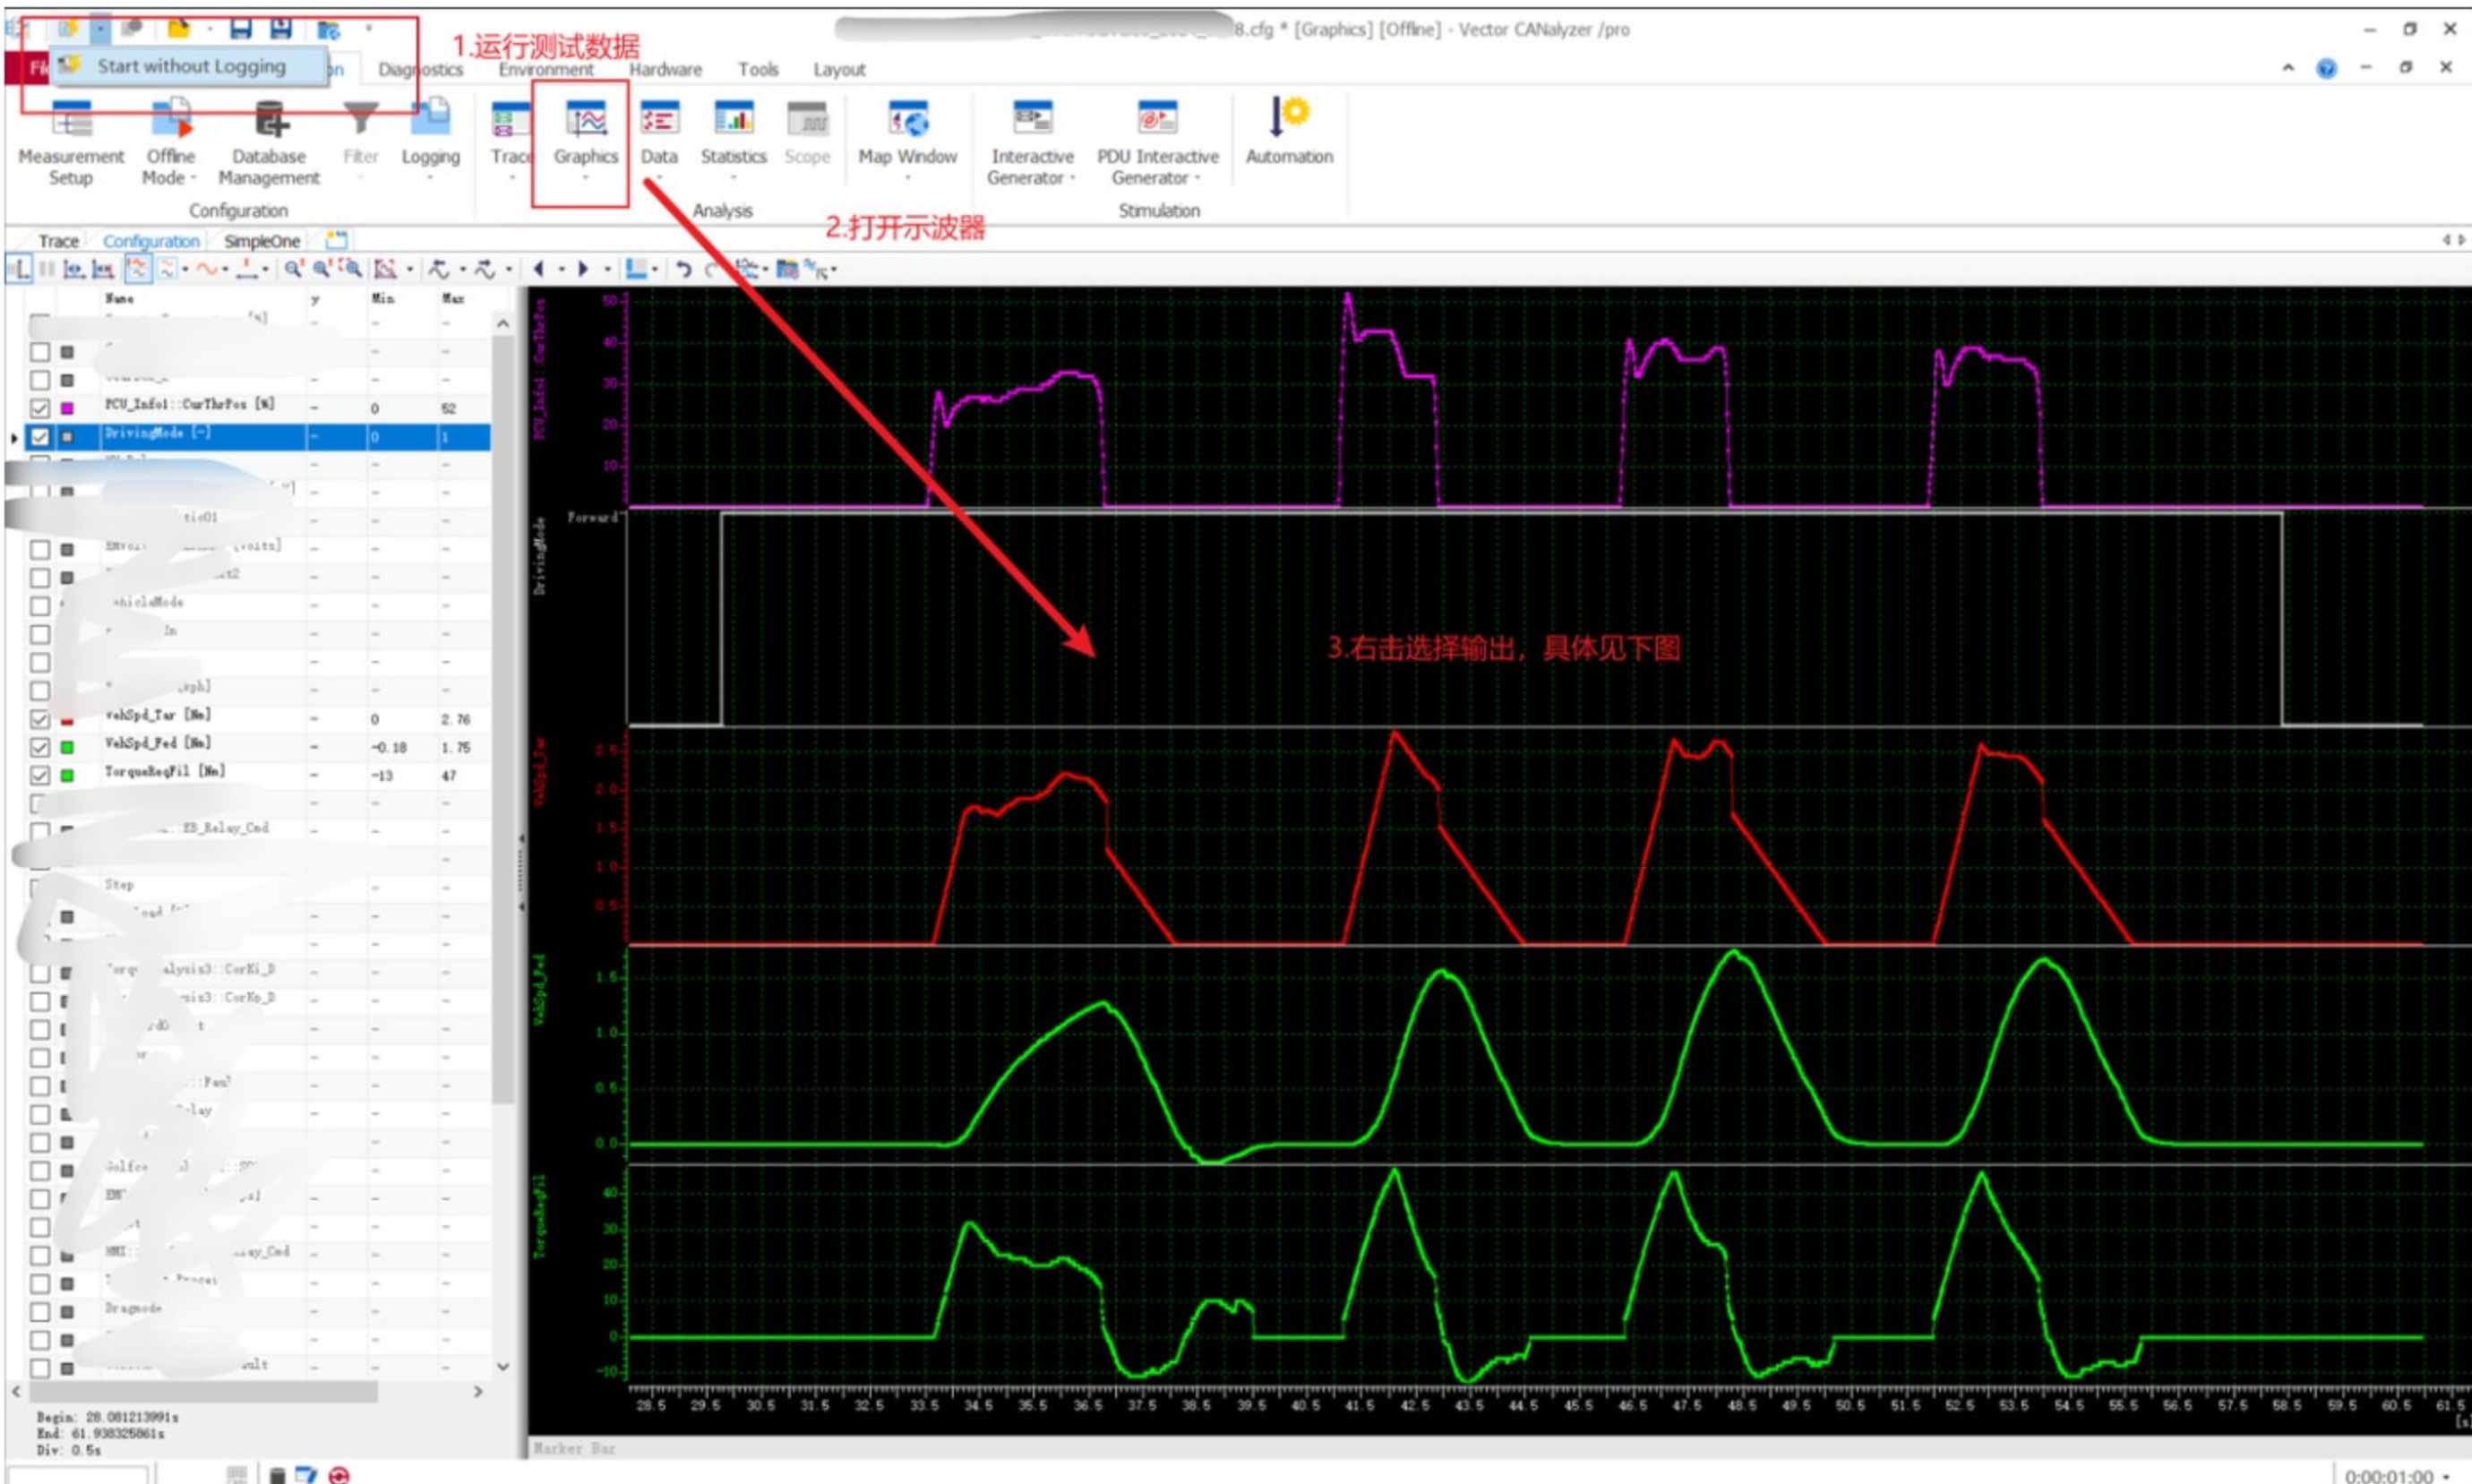

图2
- 2.进行测试数据，然后打开Graphics里的波形图，如图2、3操作，选择Export或者只输出片段，这里可以自行尝试区别；